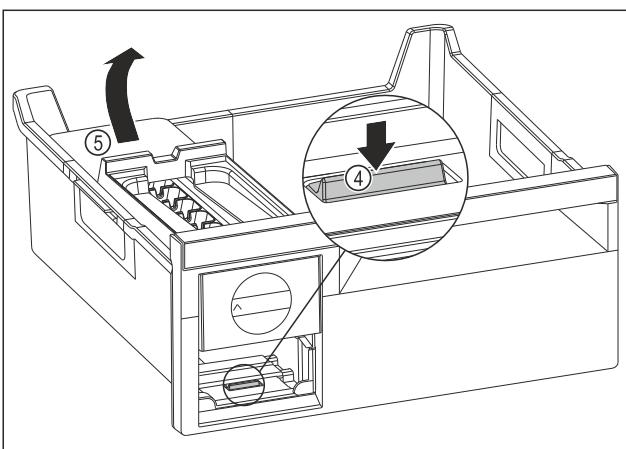

Fig. 124
- EasyTwist-Ice-Körper entnehmen: Lasche Fig. 124 (4) mit Finger nach unten drücken und gleichzeitig mit der anderen Hand den EasyTwist-Ice-Körper Fig. 124 (5) von hinten anheben.